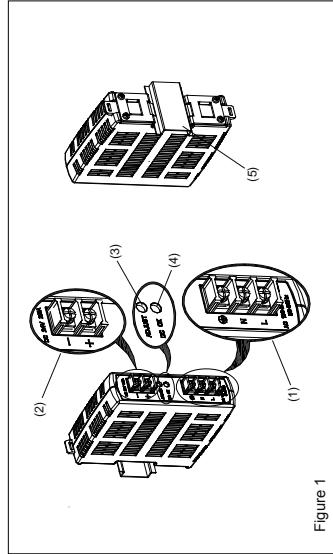
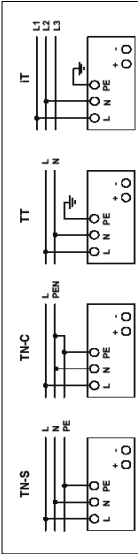

Figure 1
Figure 5
2. Gerätebeschreibung (Abb. 1)
5.1. Anschluss der Eingangsklemmen (Abb. 1, Abb. 5)
5.2. Anschluss der Ausgangsklemmen (Abb. 1 (2))
Verwenden Sie die Schraubklemmen „+“ und „-“, um den 24Vdc-Anschluss herzustellen. Am Ausgang stehen 24Vdc zur Verfügung. Die Ausgangsspannung kann am Potentiometer zwischen 22 und 28Vdc eingestellt werden. Die grüne LED „DC OK“ zeigt die korrekte Funktion des Ausgangs an (Abb. 1 (4)). Das Gerät verfügt über einen Kurzschluss-, Überlast- und Überspannungsschutz, der auf 35Vdc begrenzt ist.
2. Device description (Fig. 1)
5.1. Input connection (Fig. 1, Fig. 5)
Use L, N and PE connections of input terminal connector (see Fig. 1 (1)) to establish the 100-240Vac connection.